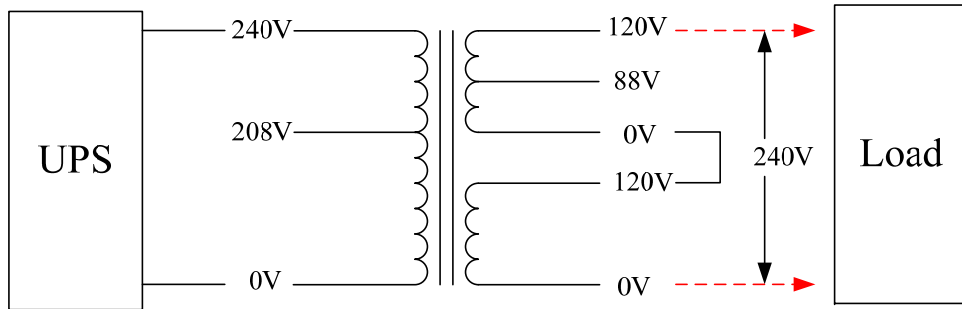

Fig 4.5-2 變壓器一次側及二次側圈數比例 1:1
- 4.5.2.2.9 設定正確之變壓器及其結線方式於”Setting Calibration parameter”選單（如下圖標示處），其選擇方式請參考 Fig4.5-2~Fig4.5-5。